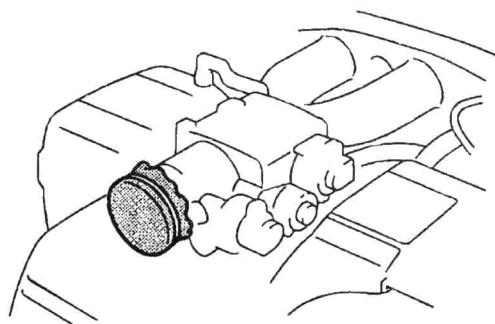

图 1.2.12
(1) 如果进气道中混入了金属片，则可能会使发动机和涡轮增压器发生故障。
(2) 当对进气系统零件进行拆卸和安装时，要用干净的抹布或者胶带封住已拆卸下的进气系统零件和发动机开口，如图 1.2.12 所示。
(3) 当进行进气系统零件的安装时，要检查是否混入了金属片。